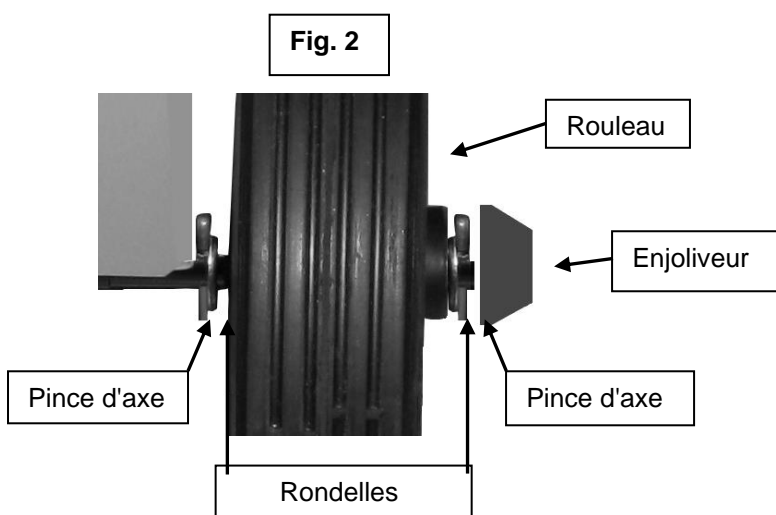

Fig. 3
- I) Pour le montage de la poignée de transport, prenez d'abord un rail de connexion inclus dans la livraison ainsi que 2 vis à six pans creux. Insérez le rail de connexion à mi-chemin dans la tringlerie creuse ouverte et fixez-le avec les deux vis à six pans creux (voir Fig. 3 ci-dessous). Répétez cette étape avec le deuxième rail de connexion et les deux autres vis à six pans creux de l'autre côté.